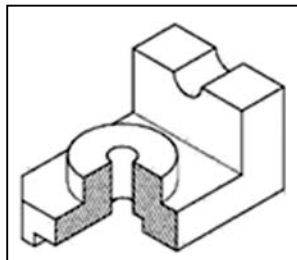

Рис. 6.11. Исходная деталь
- ♦ справа на основании — призма с пазом прямоугольной формы вверху (рис. 6.11).